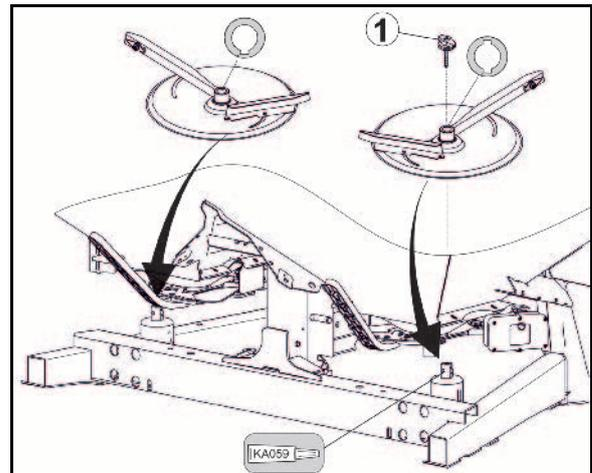

Fig. 58
1. Flügelmutter (Fig. 58/1) entfernen.